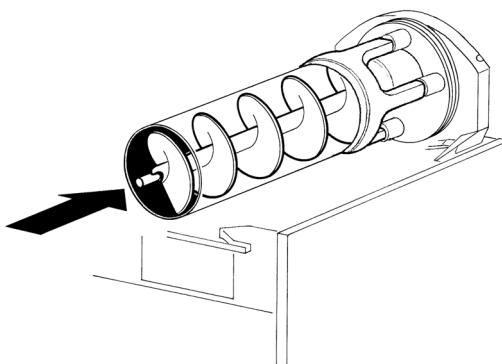

figura 13
- Inserire l'elica interna nell'evaporatore facendo attenzione ad accompagnarla fino in fondo ed evitando di farle urtare la parete posteriore (vedere figura 13).